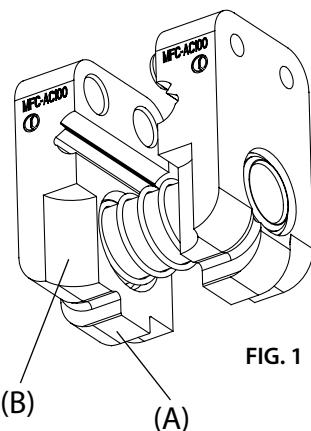

FIG. 1
- Débloquer la poignée (17); les matrices s'ouvrent et le conducteur est libéré.
2.5) Introduction du bloc-matrices (Voir Fig. 1 et 2)
- Extraire l'axe (02) et introduire le bloc-matrices à l'intérieur de la tête par le haut de façon à ce que les guides (A) se placent dans la gorge du fond de la tête et que les dégagements (B) sur le devant des matrices soient tournés vers la lame (10).
- Introduire l'axe (02) à fond jusqu'à la butée.
- Le positionnement du bloc-matrices à l'intérieur de la tête est "détrompé"; la mise en place de l'axe (02) ne sera possible que s'il est introduit correctement.*
- Pour enlever le bloc-matrices de la tête, débloquer la poignée (17), extraire complètement l'axe (02) et sortir le bloc par le haut.